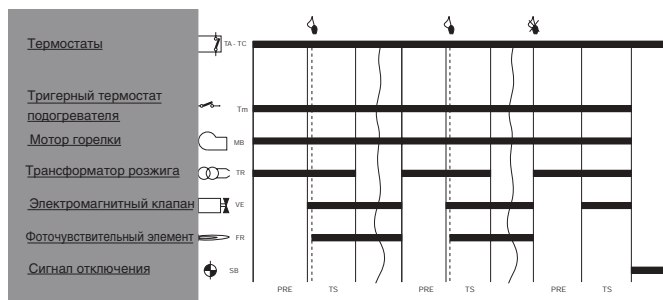

Рис. 9
- Работа установки начнется в соответствии с рисунками 10а и 10б и диаграммой Рис. 9: